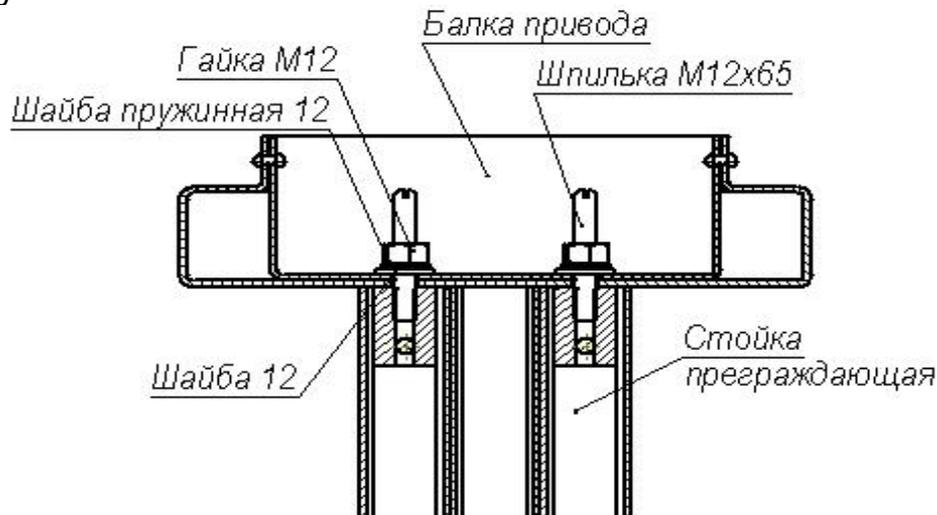

Рисунок 9 – Крепление балки привода (13) к стойке преграждающей (3)
- L** — зона выхода кабеля индикации (10) и кабеля считывателя (23)* из левой секции формователя прохода (6);
- R** — зона выхода кабеля индикации (11) и кабеля считывателя (24)* из правой секции формователя прохода (7);
- A** — зона входа кабелей (10), (11), (17), (18) и (21) в преграждающую стойку (3);
- условное направление прокладки кабельных каналов** для кабелей индикации (10) и (11) и кабелей считывателей (23)* и (24)*
8.2.8 Вверните две шпильки *M12x65* в верхнюю часть преграждающей стойки (3) (см. рисунок 9).
8.2.13 Поверните балку (13) концом, на котором расположена DIN-рейка (рис. 3), к преграждающей стойке (3), а другим концом — к секциям (6) и (7) формирователя прохода. Используя две стремянки, поднимите балку на высоту преграждающей стойки и обоприте её сверху на преграждающую стойку. Открепите концы кабелей от верхней планки преграждающей стойки (п. 8.2.9), пропустите их в отверстие балки и закрепите с помощью липкой ленты внутри балки. Наденьте балку на две шпильки, расположенные на преграждающей стойке (п. 8.2.8), наденьте на каждую шпильку шайбу 12, затем шайбу пружинную 12 и зафиксируйте положение балки двумя гайками *M12* (см. рисунок 9), накрутив их до середины выступающей части шпилек.